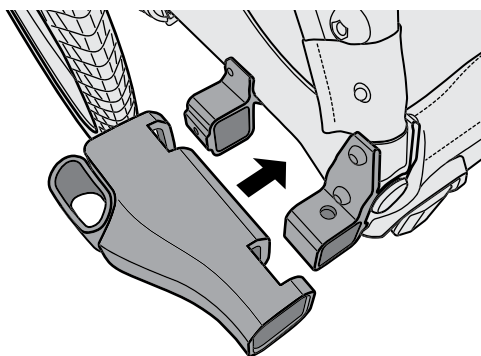

Figura 8
1. Coloque el acople rápido como se indica (Figura 8).
2. Inserte el acople rápido en las monturas del receptor de aluminio hasta totalmente unido (Figura 8).